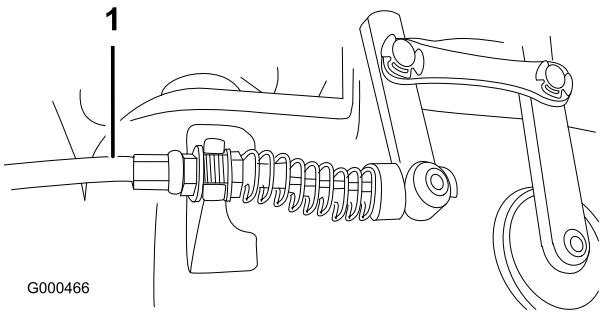

Figura 46
2. Para aumentar la tensión del cable, afloje la contratuerca delantera del cable y apriete la contratuerca trasera del cable (Figura 46) (situada encima de la caja de engranajes) hasta que la fuerza del cable del molinete añada de 3,2 a 4,5 kg adicional, medida en el pomo de control.